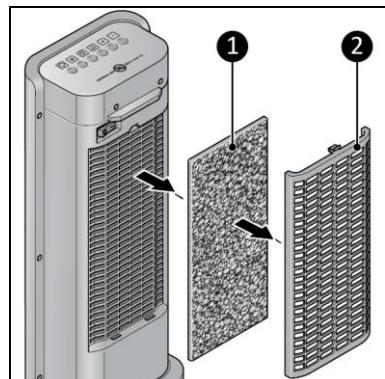

Abbildung 10
2. Öffnen Sie das Sicherheitsgitter mit dem Klicksystem (Abbildung 10, Pos. 2). Entfernen Sie die Filter (Abbildung 10, Pos. 1).